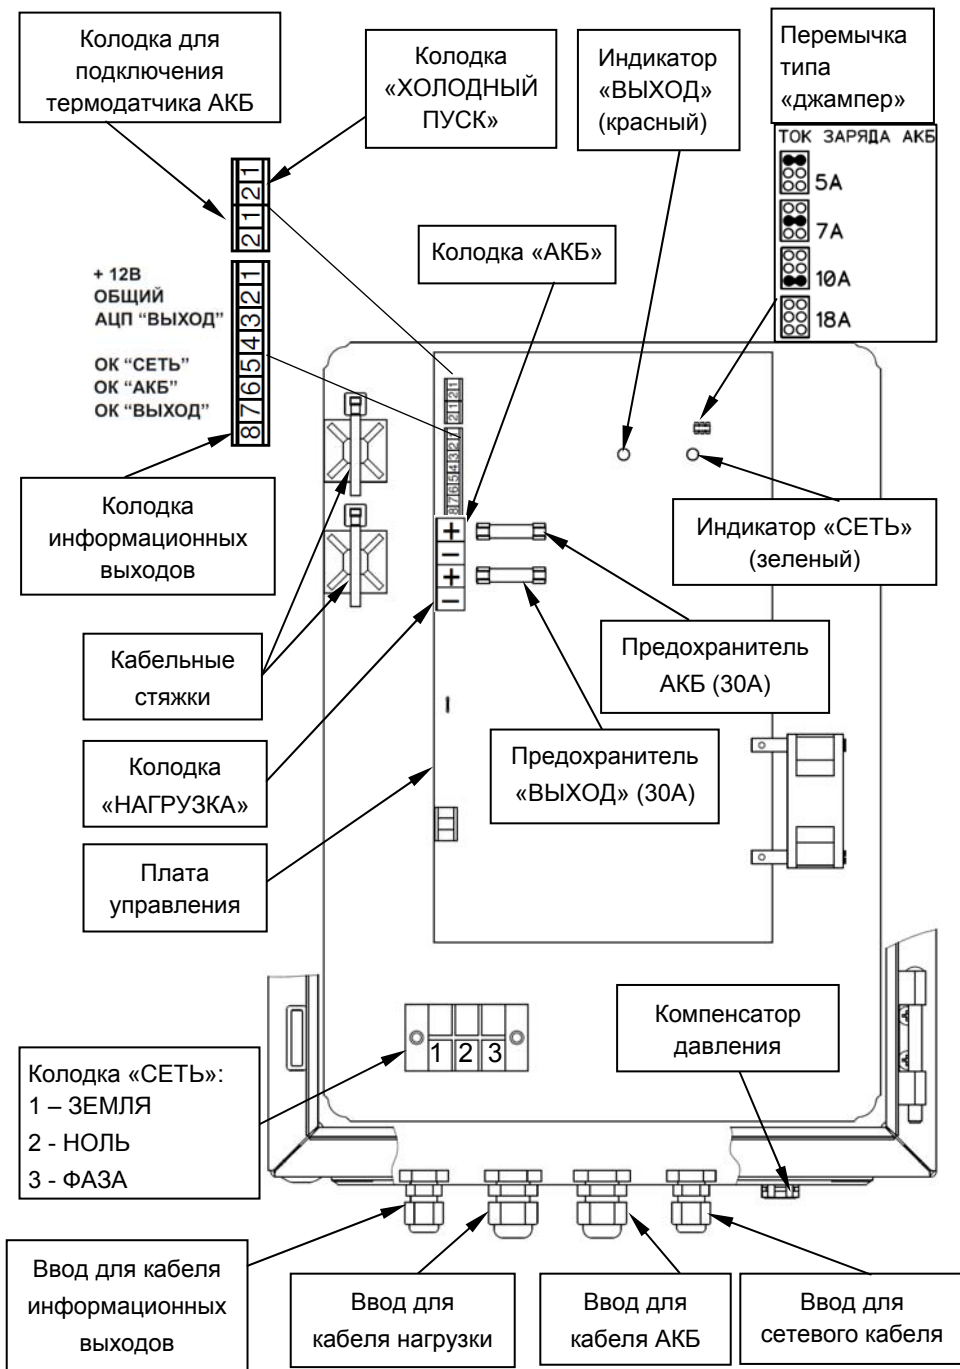

Рисунок 2 - вид изделия с открытой дверцей
- возможность восстановления работоспособности изделия при подключении исправной и заряженной АКБ и отсутствии напряжения питающей сети («холодный запуск») путем кратковременного замыкания контактов соответствующей колодки (см. рисунок 2);
Подвод проводов сетевого питания, выходной нагрузки и АКБ осуществляется через герметичные кабельные вводы, также установленные на нижней стенке корпуса (см. рисунок 2).
Изделие обеспечивает ограничение тока заряда АКБ. Выбор одного из четырех значений ограничения тока заряда АКБ осуществляется установкой/удалением соответствующей перемычки типа «джампер» (см. рисунок 2) в соответствии с рекомендациями таблицы 2.
Не светится	Выход «НАГРУЗКА» отключен: - АКБ отсутствует или - напряжение на клеммах АКБ менее 10,5 В, или - неисправен предохранитель АКБ (см. рисунок 2)
Выполните подключение внешних цепей к изделию в соответствии с назначением клемм подключения (Рисунок 2) в следующей последовательности: